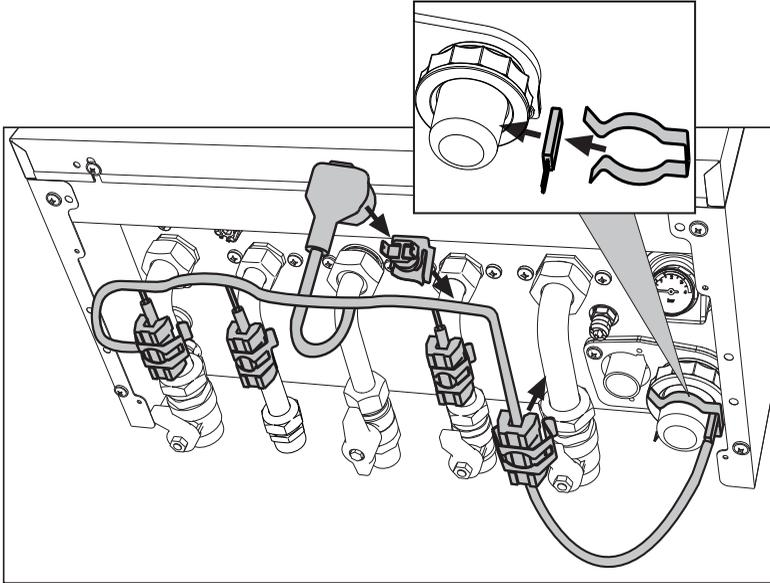

fig. 49- Kit antihielo
En caso de instalación en el exterior, en un lugar parcialmente resguardado para temperaturas inferiores a -5°C y hasta -15°C , se debe instalar el kit antihielo para proteger el circuito. Conecte el kit a la tarjeta electrónica mediante la conexión indicada en el esquema eléctrico de fig. 81 (288) y coloque el termostato y los calentadores en los tubos de la manera ilustrada en fig. 49 y en las instrucciones adjuntas al kit.